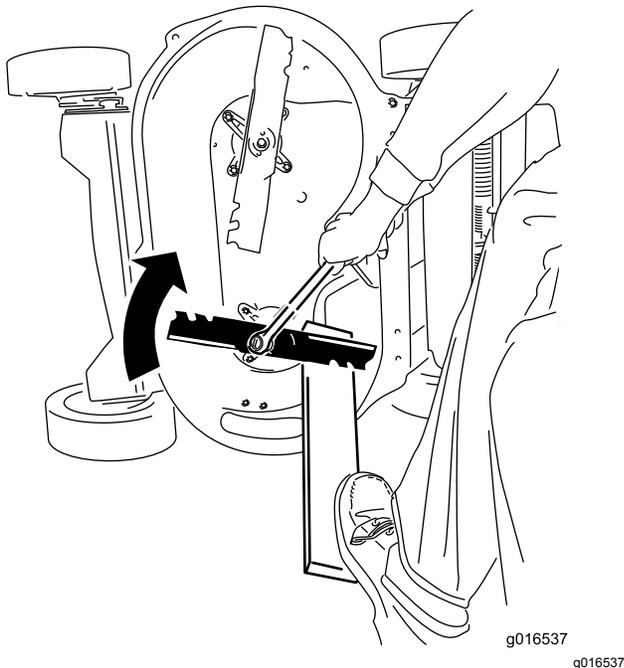

Figura 42
2. Segure cada lâmina com uma tábua e rode o parafuso da lâmina no sentido dos ponteiros do relógio com uma chave como se mostra na Figura 42; aperte o parafuso de cada lâmina com 82 N·m.